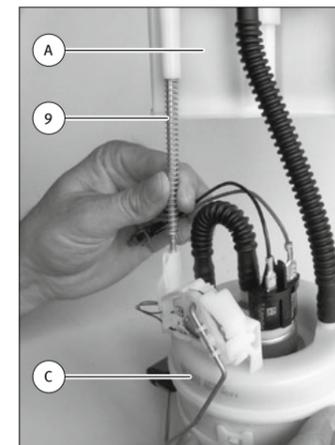

Abb. 7/ Fig. 7/ Puc. 7/ 图7
- 附带的两个弹簧推到导向杆 (9) 上 (图 7)。
- 导向杆 (9) 推入导向件内, 直至锁定件 (3) 啮合。
- 油箱传感器 (4) 的插头 (5) 和燃油泵的插头 (6) 插到法兰盖 (A) 上。不要混淆插头。